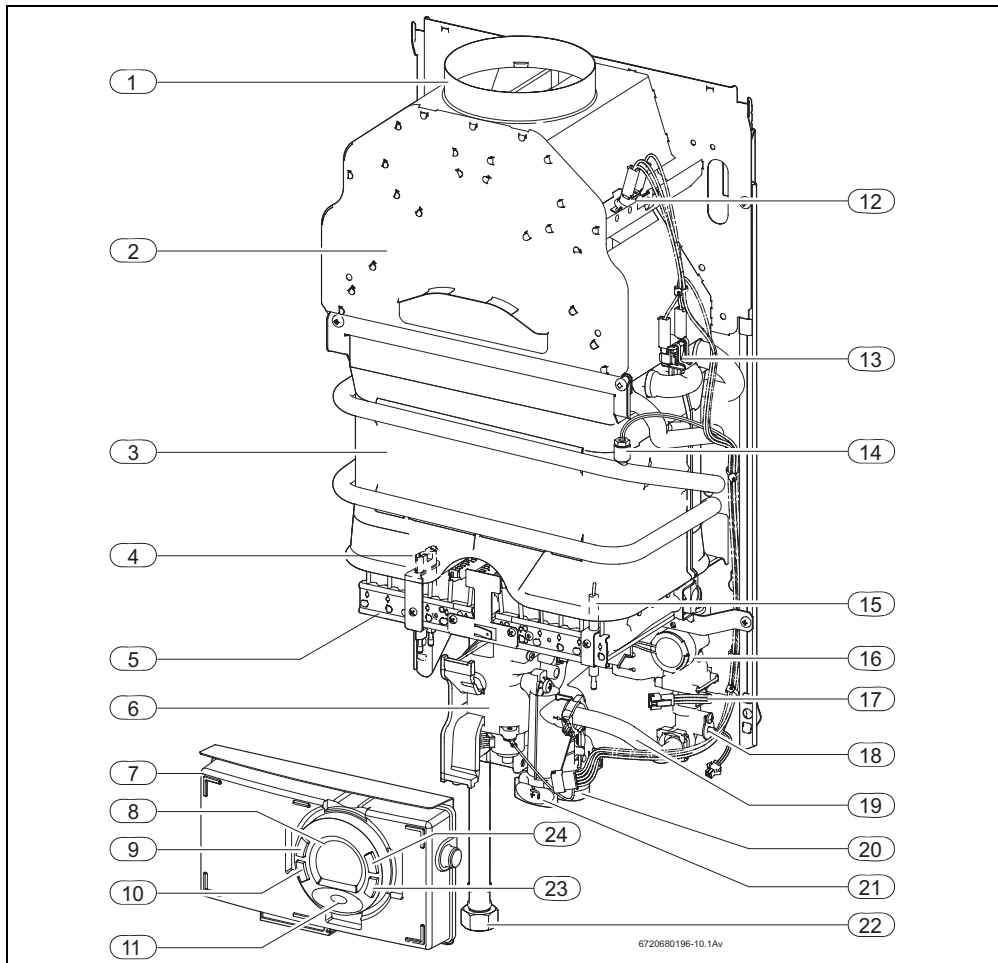

Fig. 2
- ▶ Coloque el interruptor principal (→Fig. 2 , [9]) en posición de funcionamiento.
Siempre que se abre un grifo de agua caliente, el sensor de caudal de agua (→Fig. 2, [17]) envía una señal a la unidad de mando. Esta señal provoca lo siguiente:
- Simultáneamente, empieza la producción de chispas y la llave del gas (→Fig. 2 , [6]) se abre.
- El electrodo de ionización (→Fig. 2 , [15]) supervisa el estado de la llama.